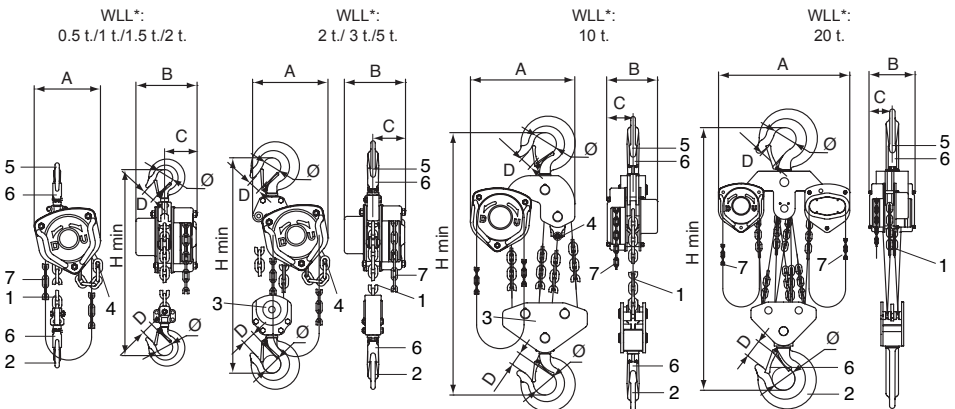

Fig. 1
Tralift™-taljen er utstyrt med en løftkjetting (nr. 1, fig. 1) og en håndkjetting (nr. 7, fig. 1) som er kompatible for en standard løftehøyde på 3 m.
Løftekjettingen består av en eller flere parter (se avsnitt 2, tekniske spesifikasjoner) som er utstyrt med en løftekrok i enden av kjettingen på løftesiden (nr. 2, fig. 1). Den andre enden av løftekjettingen (den frie enden), er festet til en nedre endestopp (nr. 4, fig. 1) som igjen er festet til apparatet.
3. Kontroller at krokene (nr. 2, fig. 1 og kroksperrere (nr. 6, fig. 1) er i god stand.
4. Kontroller at løftekjettingens frie ende er festet til apparatets nedre endestopp (nr. 4, fig. 1).